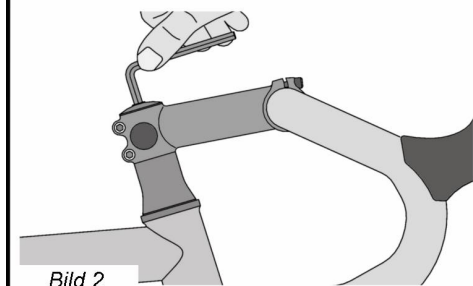

Bild 2
- Drehen Sie die Einstellschraube für die Steuerlager soweit an, bis Sie gerade etwas Widerstand spüren, **Bild 2**.
- Schieben Sie nun das Rennrad kurz vor und zurück. Es darf kein Spiel zu fühlen sein. Andernfalls lösen Sie noch einmal die Vorbauklemmschrauben und wiederholen Sie die Schritte nach Bild 2 bis 4.